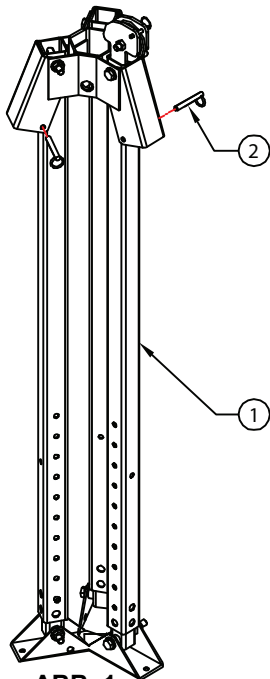

ABB. 1
1. Das zusammengelegte Stativ[1] mit den Füßen nach unten auf den Boden stellen (siehe Abb. 1).
2. Die Beinhaltestifte[2] an drei Stellen vom Stativkopf entfernen (siehe Abb. 1).